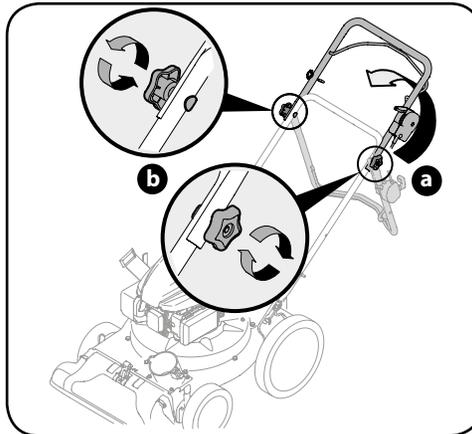

Рисунок 3-2
3. Разверните верхнюю рукоятку до ее совмещения с нижней. Направляющая троса должна располагаться с правой стороны верхней рукоятки. См. рисунок 3-2а.
4. Закрепите две рукоятки путем затягивания звездчаток (опорные болты должны точно войти в рукоятку). См. рисунок 3-2б.